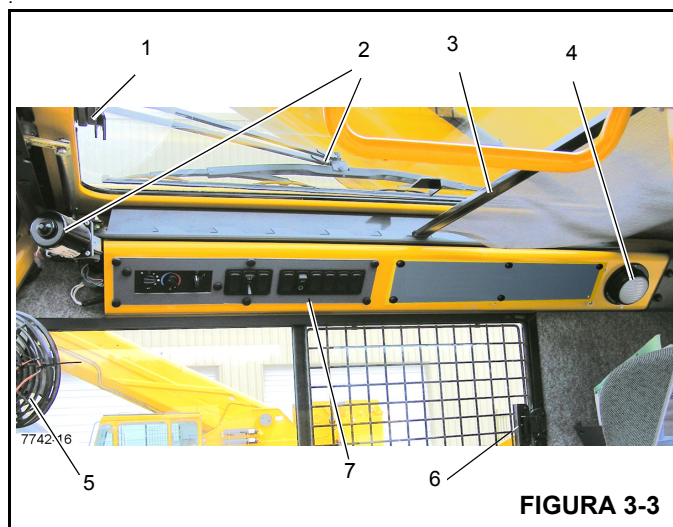
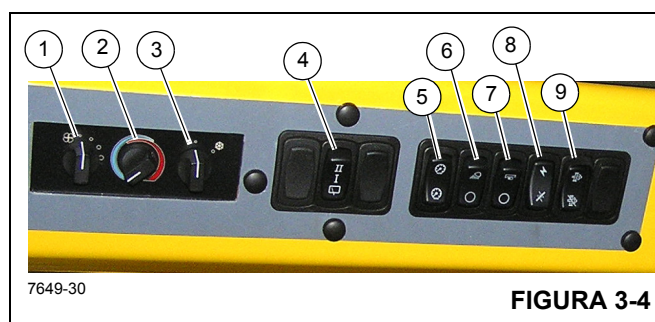

FIGURA 3-3
FIGURA 3-4
A trava do teto solar (1, Figura 3-3) localiza-se na frente do teto solar. Comprima a trava e deslize a janela para trás para abrir. Para fechar, deslize a janela para frente até que a trava encaixe.
O limpador do teto solar (2, Figura 3-3) é controlado pela chave do teto solar, (4) (Figura 3-4) e é operado pelo motor do limpador.
O protetor do teto solar (3, Figura 3-3) é usado para diminuir a incidência direta da luz do sol. O protetor é autorretrátil e pode ser ajustado para filtrar toda a luz ou ajustado para trás, encaixando-o nos entalhes existentes.
A luz de teto da cabine (4, Figura 3-3) localiza-se no canto traseiro direito do console do teto da cabine e ilumina a cabine. A luz de teto é controlada por uma chave na própria luz.
O ventilador de circulação da cabine (5, Figura 3-3) localiza-se no lado dianteiro esquerdo da cabine, acima da estrutura da janela. Uma articulação permite que o ventilador gire e uma chave em sua base controla a operação. A chave possui as posições alta, baixa e desligada.
A janela do lado direito da cabine pode ser aberta. Comprima a trava (6, Figura 3-3) para liberar a janela e deslize para a frente. Para fechar, deslize a janela para trás até que a trava encaixe.
Números dos itens da Figura 3-4
A chave do ventilador do aquecedor/ar-condicionado (1), (Figura 3-4) controla a rotação do ventilador da cabine. A chave de rotação do ventilador controla o volume de saída do ar aquecido (ou a saída do ar refrigerado) do ventilador. Os ajustes são desligado, rotação baixa, rotação média e rotação alta.
A chave de controle do aquecedor (2) (Figura 3-4) controla a intensidade da temperatura de aquecimento. Gire a chave à direita (sentido horário) para abrir a válvula de aquecimento. (O calor é fornecido pelo fluido aquecido que passa pela serpentina do aquecedor). Gire a chave à esquerda (sentido anti-horário) para fechar a válvula e interromper a vazão do fluido, diminuindo o aquecimento.
A chave do ar-condicionado (3) (Figura 3-4) controla a operação do sistema de ar-condicionado opcional. Os ajustes são desligado (O) e ligado (I).
O limpador do teto solar acionado eletricamente é instalado para retirar a umidade do teto solar. O limpador do teto solar é controlado pela chave do limpador do teto solar (4) (Figura 3-4). É uma chave de 3 posições Desligada/Baixa velocidade/Alta velocidade.
A chave reguladora de luz do painel (5) (Figura 3-4) controla a iluminação dos controles do teto do aquecedor/ar-condicionado e do indicador de temperatura do óleo da transmissão (7) (Figura 3-3). Pressione a chave para aumentar ou diminuir a iluminação do painel.
A chave das luzes de trabalho (6, (Figura 3-4)) controla as luzes de trabalho do guindaste montadas na parte inferior dianteira da cabine da superestrutura. Pressione a parte superior da chave para ligar as luzes de trabalho. Pressione a parte inferior da chave para desligar as luzes de trabalho.
A chave das luzes da lança (7) (Figura 3-4) localiza-se no painel lateral do mostrador. Esta chave de duas posições (ON/OFF) controla a operação dos holofotes da lança. Pressione a parte superior da chave para ligar as luzes da lança, pressione a parte inferior da chave para desligar as luzes.
A chave de alimentação das funções do guindaste (8) (Figura 3-4) localiza-se no painel lateral do mostrador. Esta chave de duas posições ON/OFF (LIGA/DESLIGA) permite que o operador desligue a energia das funções do guindaste acionadas pelos controladores remotos hidráulicos localizados nos apoios de braço. Posicionar a chave em OFF evita a operação acidental das funções devido a solavancos nos
A chave do DPF (Filtro de particulado de diesel) do motor (9) (Figura 3-4) localiza-se no lado direito do painel de controle do teto. Esta chave possui três posições, inibir regeneração/permitir regeneração/iniciar regeneração. Pressione esta chave para iniciar a regeneração do motor ou para desativar a regeneração: